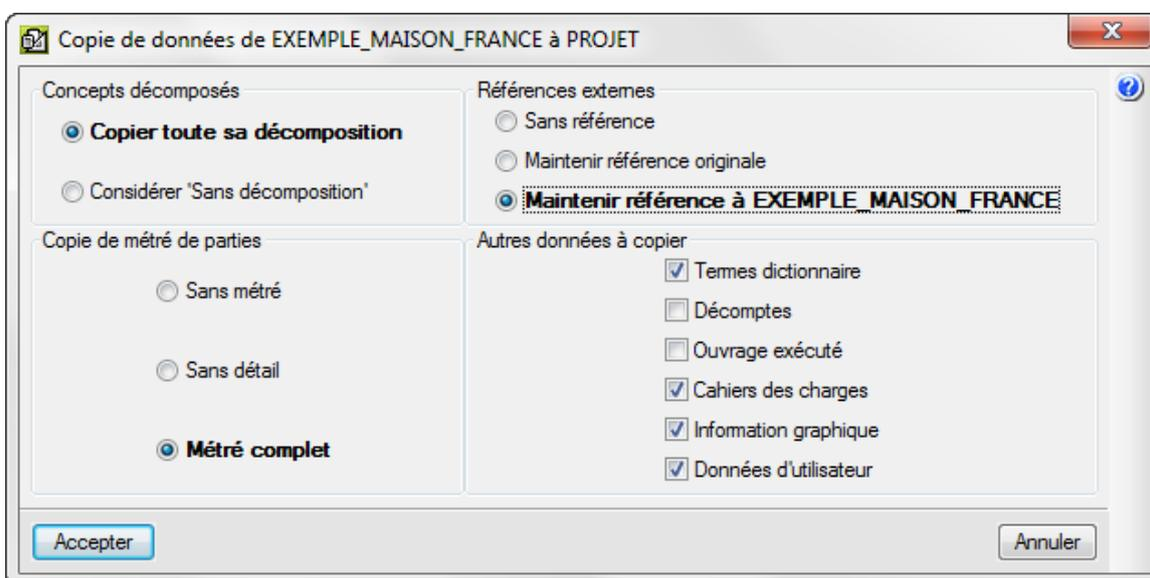

Fig. 3
1. Vous devrez copier dans le budget à actualiser, de façon provisoire, une partie de la banque de prix que vous utilisez et qui n'existe pas dans le budget, en maintenant les références Fig. 3.